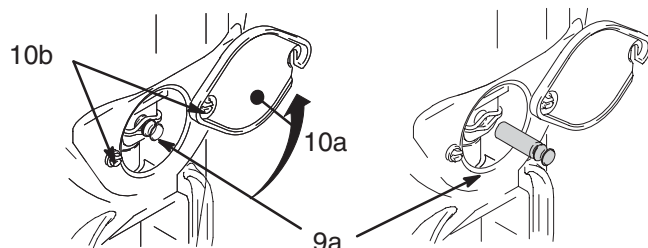

Fig. 12 9573A
1. Limpie la bomba (13).
3. Fig. 12. Afloje los dos tornillos (10b) y gire la tapa (10a).
2. Fig. 12. Instale el pasador de la bomba (9a). Compruebe que el muelle de retén (9b) está en la ranura del pasador de la bomba.
8. Fig. 12. Gire la tapa (10a); apriete los tornillos (10b).